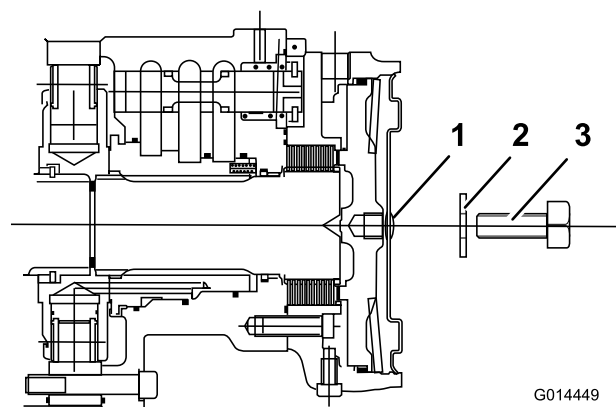

Figura 42
4. Montate la vite di arresto M12 x 40 mm lunga con rondella nel foro al centro della piastra di chiusura del motorino (Figura 42).
5. Serrate la vite di arresto nel foro filettato del pistone del freno fino a sbloccare il freno (Figura 42).
6. Identificate il gruppo freno a disco della ruota anteriore sinistra e ripetete la procedura precedente (Figura 42).